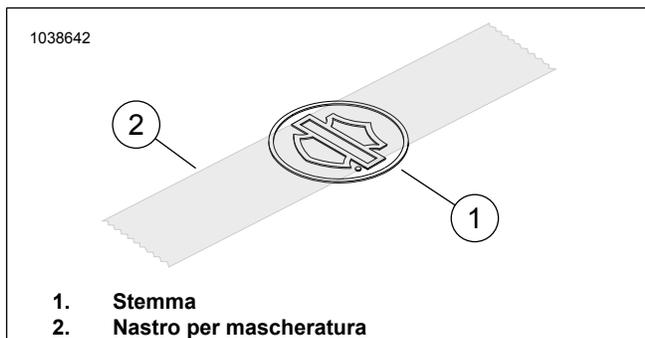

Figura 2. Applicazione del nastro allo stemma
2. Vedere la figura 2. Posizionare un pezzo di nastro adesivo da tre pollici (2) centrato sopra la barra e lo scudo dello stemma (1).
4. Vedere la figura 2. Installare lo stemma sulla staffa.